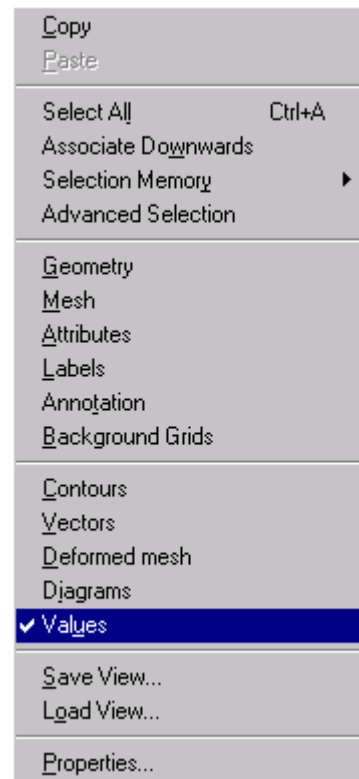

Fig. 56
- în meniul care apare se selectează opțiunea valori (**Values**) (fig. 56)